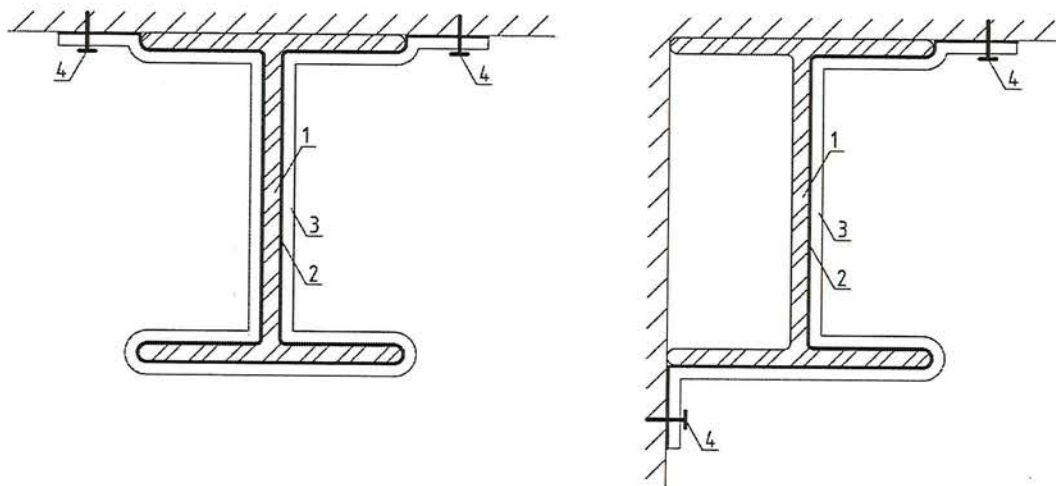

Рис. 2.
4.6. При огнезащите металлоконструкций, примыкающих к строительным конструкциям, материал PRO-МБОР на 50-100 мм заводится на примыкающую поверхность. Допускается дополнительное крепление материала PRO-МБОР специальными металлическими анкерами для изоляционных материалов (рис. 2). Рекомендуемое расстояние между анкерами 200-250 мм.